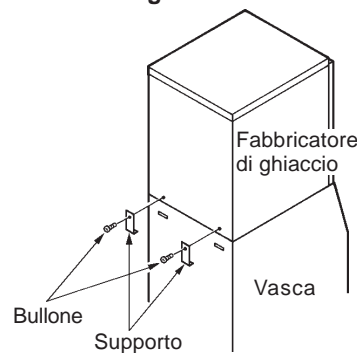

Fig. 4
4) Fissare il fabbricatore di ghiaccio alla vasca di raccolta, usando le due staffe di sostegno e i due bulloni forniti. Ved. Fig. 4.
- 8) Regolare le quattro gambe al fondo (regolabile da 0 a 25,4 mm) così che il fabbricatore di ghiaccio sia perfettamente orizzontale. Usare la livella a bolla d'aria. Ved. Fig. 4.